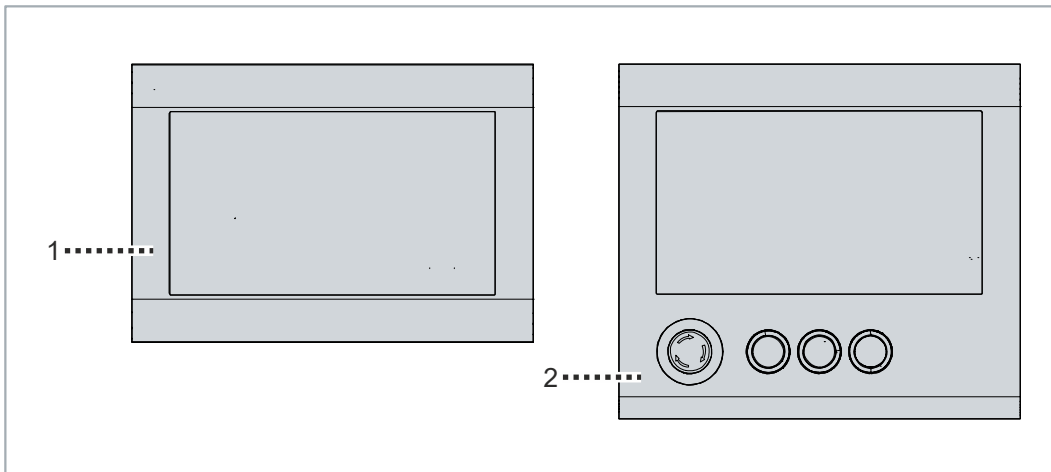

Abb. 1: Panel-PC ohne und mit Tastererweiterung
Erläuterungen zu den Tastererweiterungen und den Funktionen erhalten Sie im Handbuch C9900-G072/-G073. Abbildung 1 stellt beispielhaft den Panel-PC ohne (1) und mit (2) Tastererweiterung gegenüber.